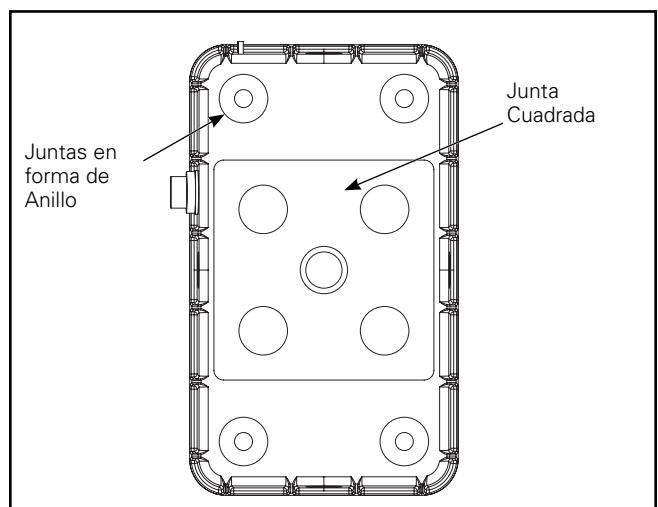

Figura 7.
5. Retira la parte posterior de cada una de las cuatro juntas en forma de anillo y colócalas en la parte posterior de la carcasa de fundición en cada uno de los cuatro orificios de montaje (la junta posee adhesivo en un lado). Usa la junta cuadrada para sellar la carcasa de fundición a la Caja J (Consulta la Figura 7).